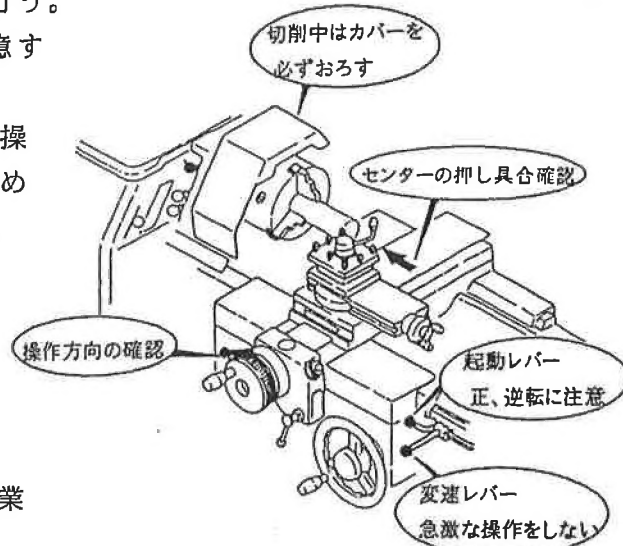

図 2-3 無段変速旋盤の操作
- (1) 旋盤、測定機器等の操作は、慎重かつ確実に行う。
- (2) 高速回転するので、衣服等が接触して巻き込まれないように注意する。切込量が多いので、切屑の飛散に対して必ず保護眼鏡を着用する。
- (3) 工作物は心押台センタで確実に支持する。送りの方向（縦、横送り）は、特に注意してレバーを操作する。もし誤ると工具破損、工作物離脱飛散等を招き危険である。（図 2-3）
- (4) 与える切削条件が広範囲にわたるので、主軸変速レバーの操作手順を間違えないようにする。誤ると無段変速装置を破損するおそれがある。